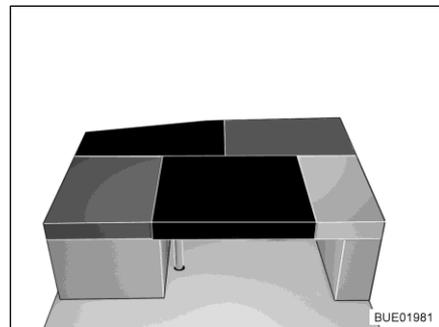

Bild 171 Nach dem Umbau
- Das rechteckige Zusatzpolster auf den Tisch legen (zwischen das Sitzpolster und das Rückenpolster des Seitensitzes, siehe Bild 171).